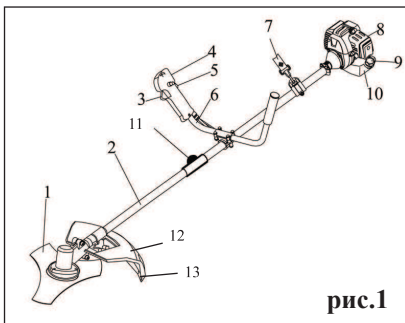

рис.1
5.1 Общий вид бензокосы схематично представлен на рис. 1
6.3.1 Возьмите правую и левую части рукоятки 6 (рис.1) и установите на штангу гибкого вала 2 (рис.1)
**Внимание!** Перед работой, не забудьте снять с ножа ограничителя длины лески 13 (рис. 1) защитный чехол. Соответственно, по окончании работы наденьте чехол обратно.